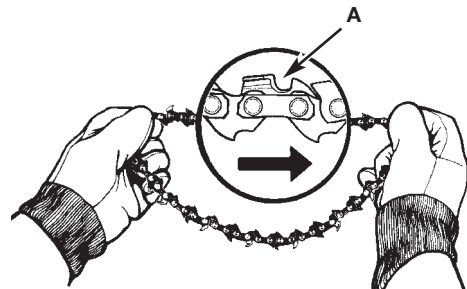

Fig. 26
1. Ecartez la chaîne en forme de cercle avec la face (A) tranchante VERS L'AVANT sur le dessus du guide (Fig. 26).